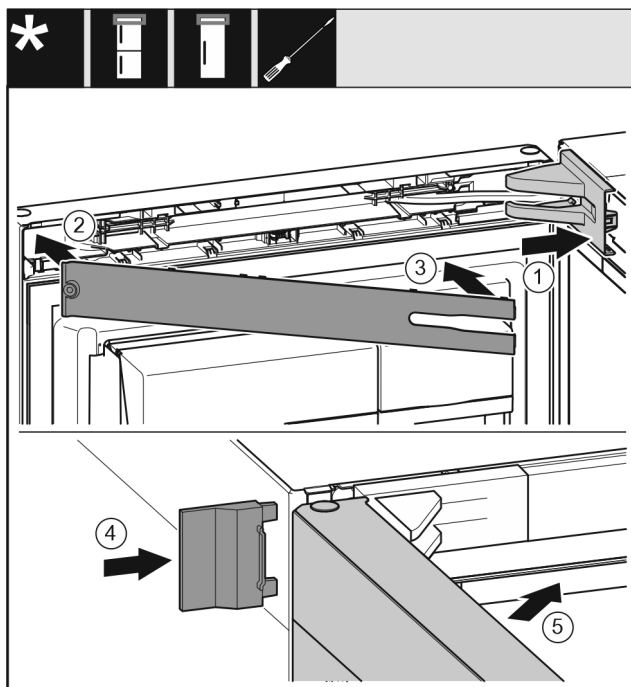

Fig. 53
- ▶ Nasadte a zaklapněte kryt stojanu ložiska Fig. 53 (1), příp. opatrně přitlačte od sebe.
- ▶ Nasadte záslepku Fig. 53 (2).
- ▶ Záslepka Fig. 53 (3)
- ▶ Vnější kryt Fig. 53 (4) nasuňte.
- ▶ Zavřete horní dveře Fig. 53 (5).